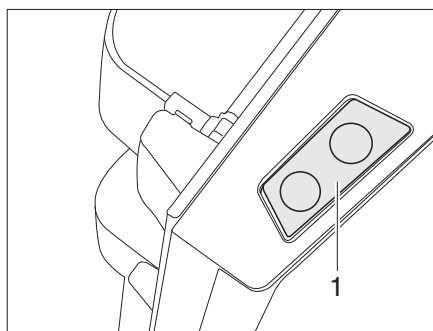

Fig. 357 Botón de desbloqueo de la puerta del frigorífico (Dometic de la serie 8)
- Abrir:** ■ Pulsar el botón de desbloqueo (Fig. 357,1) y abrir la puerta del frigorífico.